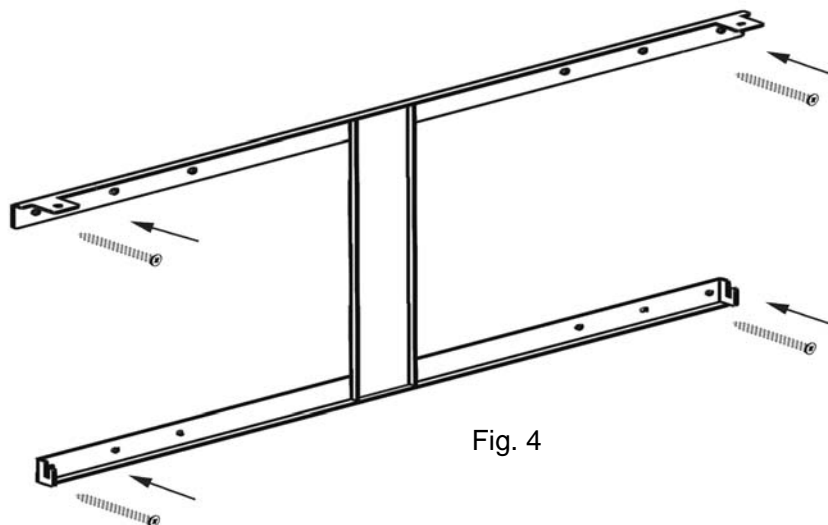

Fig. 4
- Fijar los soportes con 4 tornillos M5 x 8. (Fig 4.)